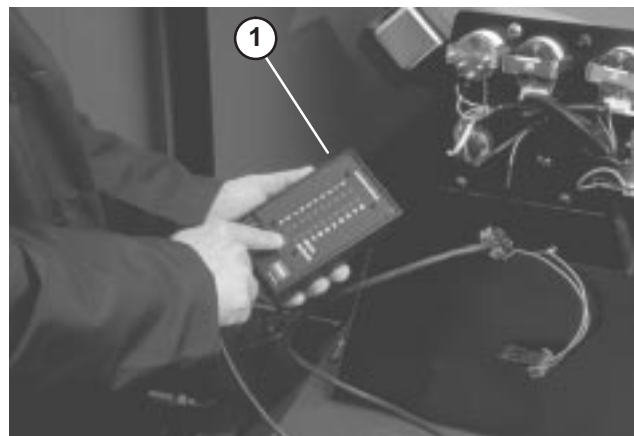

Figure 37
3. Branchez le connecteur de l'affichage de diagnostic ACE au connecteur du faisceau de câblage (Fig. 37). Vérifiez que l'autocollant correct est apposé sur l'affichage de diagnostic ACE.